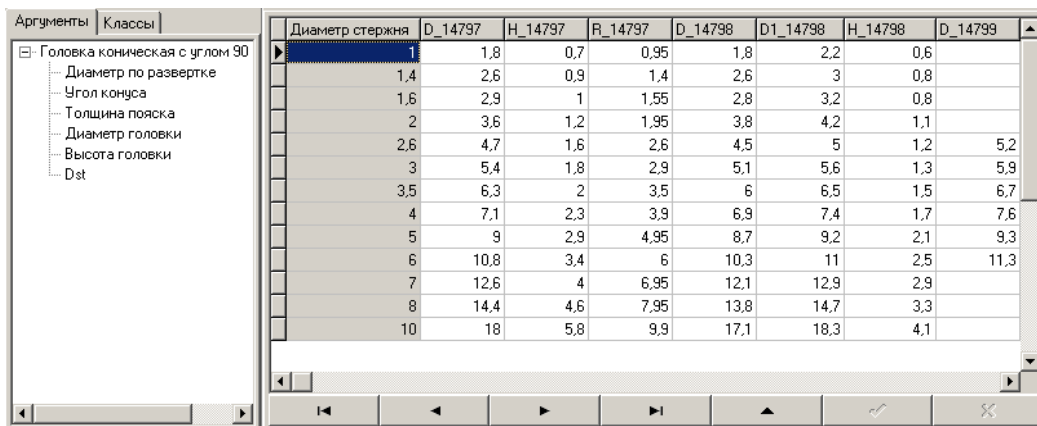

Рис. 4.27.
3. Укажите в списке таблицу *Заклепки. Таблица 1*. Содержимое таблицы будет показано в области свойств, раскроется вкладка **Аргументы** (рис. 4.27).